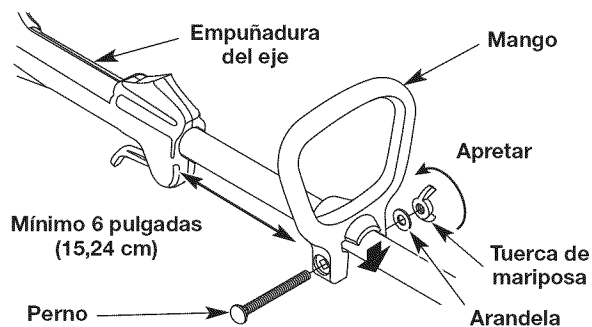

Fig. 3
1. Afloje la tuerca de mariposa (Fig. 3).
2. Sin dejar de sujetar la unidad en posición de operación (Fig. 10), mueva el mango hasta el lugar que le dé el mejor agarre. Colóquelo a una distancia mínima de 6 pulgadas (15,24 cm) de la base de la empuñadura del eje (Fig. 3).